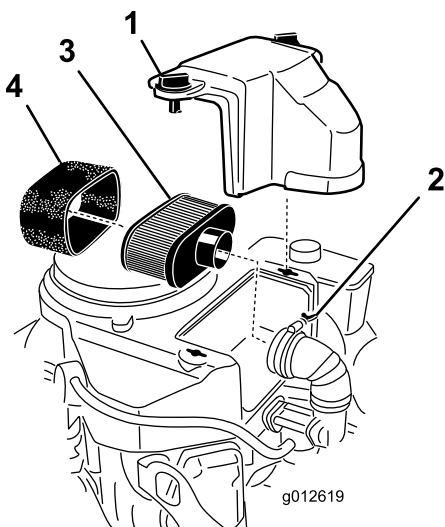

図 41
3. エアクリーナを外したときエンジン内部に異物が入らないよう、周辺をきれいに拭く(図 41)。
4. エアクリーナのカバーのノブのねじをゆるめてカバーを外す(図 41)。
5. エアクリーナのホースクランプをゆるめてエアクリーナアセンブリを外す(図 41)。
6. ペーパーエレメントからスポンジエレメントを注意深く取り外す(図 41)。
注 汚れがひどい場合には、新しいペーパーエレメントに交換する(図 41)。
1. ペーパーエレメントにスポンジエレメントを注意深く取り付ける(図 41)。
2. エアクリーナのベースまたはホースにエアクリーナアセンブリを取り付けて固定する(図 41)。
3. エアクリーナのカバーを取り付け、ノブを締め付けて固定する(図 41)。